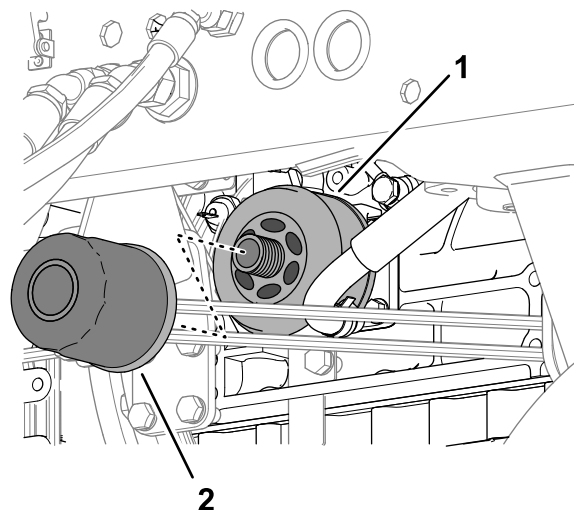

Figure 126
- Dévissez le filtre à huile pour le déposer (Figure 126).